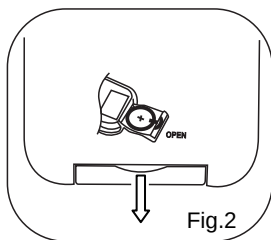

Fig.2
1. Sortez le support de la pile, comme illustré dans la Fig. 2.